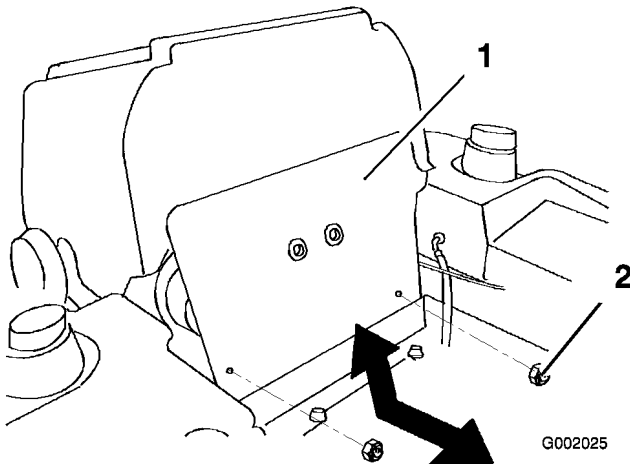

Bild 34
3. Kippen Sie den Sitz nach vorne und entfernen Sie die vordere Motorverkleidung (Bild 34).